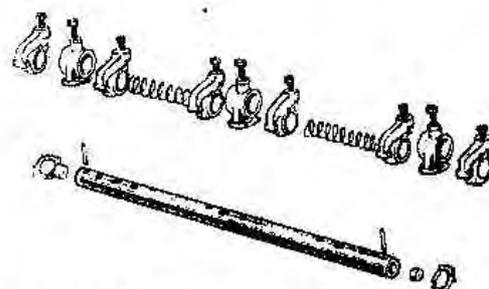

Рис. 1В.7. Ось коромысел в разобранном виде (Разд. 10)
2. Сдвиньте рычаги коромысел, опоры коромысел и пружины и снимите их с оси коромысел. Разложите их в том порядке, в котором они были сняты, чтобы их можно было впоследствии установить на прежние места. Если опора коромысла прикипела к оси, ее можно снять, обстучав молотком с мягким бойком (Рис. 1В.7).